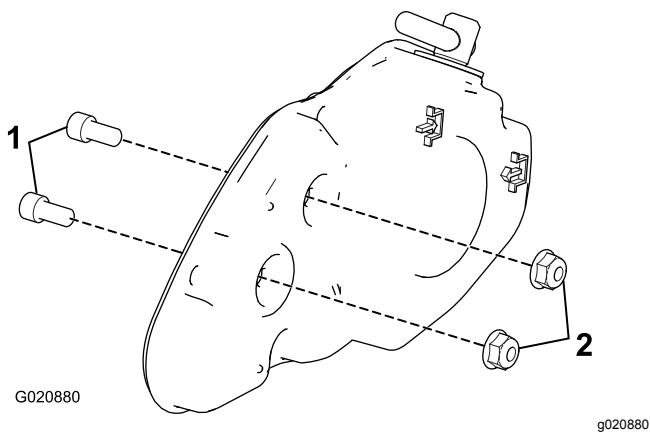

Figura 12
1. Togliete i 2 bulloni a esagono incassato e i dadi di bloccaggio dal carter (Figura 12).